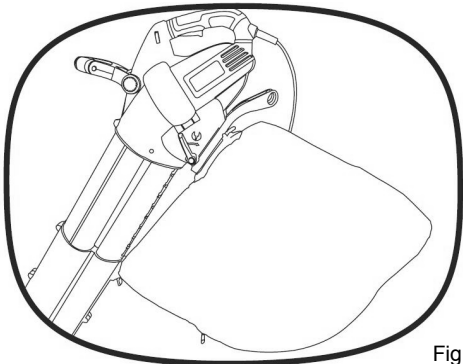

Fig. 5
2. Asegúrese de que la bolsa de recolección esté adjuntada. Vea la Fig. 5